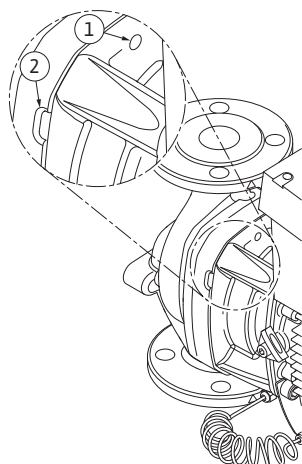

Fig. 51: Нарізові отвори і прорізи для виштовхування модуля з корпусу насоса
13. Виштовхнути модуль з корпусу насоса (див. мод. 13). Для цього рекомендовано використати два нарізових отвори (Fig. 51, п. 1), у першу чергу щоб вийняти модуль з гнізда. Щоб вийняти модуль з гнізда, слід вкрутити у нарізові отвори відповідні гвинти. Якщо модуль рухається легко, для виштовхування можна використати додаткові шпари (Fig. 51, п. 2) між корпусом насоса і ліхтарем (для цього, наприклад, можна вставити туди дві викрутки і використати їх як важель). Пройшовши 15 мм, модуль виходить за межі корпусу насоса.